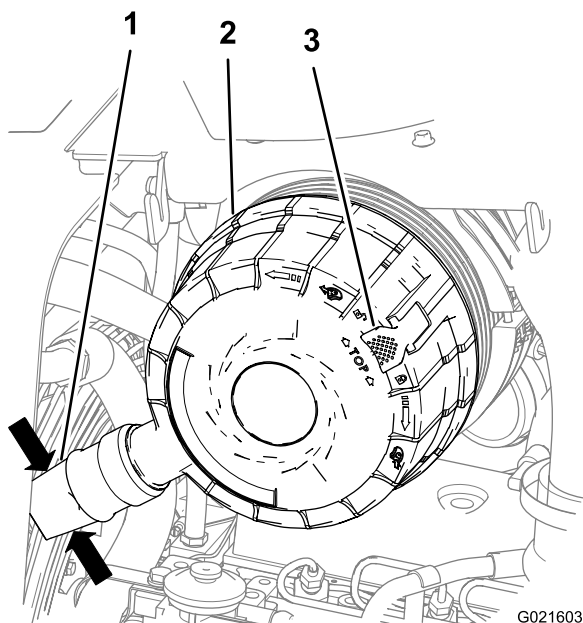

Figura 114
3. Apriete los lados de la válvula de polvo situada en la tapa del limpiador de aire para vaciar el agua, el polvo y la suciedad de la válvula (Figura 114).
5. Tire hacia fuera del enganche de la tapa del limpiador de aire (Figura 114).